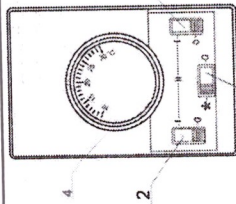

РИСУНОК 1
- 5.3 Управление завесой WHV-610A осуществляется с помощью выносного пульта смотрите РИС.1